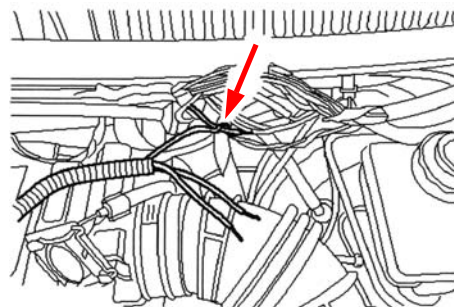

Fig. 4
- Utilizando uniones soldadas CWT (nº de Hella 8KW 744 888-003), unir los extremos de los cables del conector de cable sustituido a los otros cables (v. fig. 4).